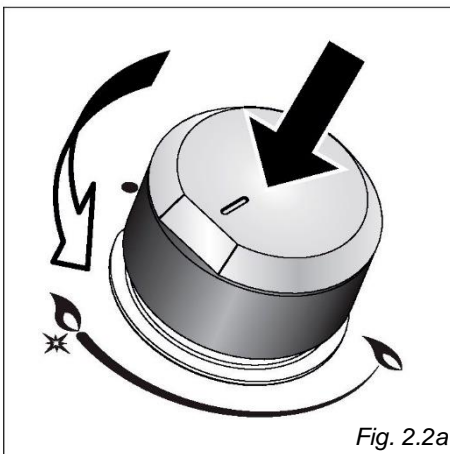

Fig. 2.2a
1. Prima no botão correspondente e rode no sentido contrário ao dos ponteiros do relógio (fig. 2.2a ou 2.2b) para a posição da chama cheia marcada pelo símbolo de "★" ou "✱"; segure o botão até que a chama esteja acesa. No caso de uma falha de eletricidade, acenda o queimador com um fósforo ou isqueiro.